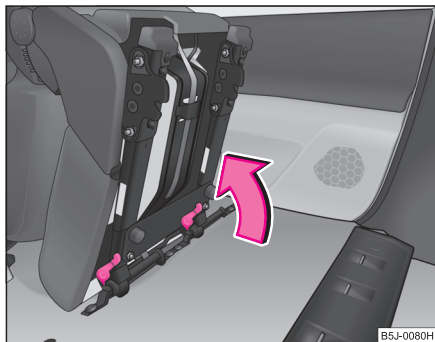

Fig. 57 Blocarea scaunului
- Blocați scaunul ⇒ fig. 57. ■
- Dacă scaunul este demontat, așezați-l mai întâi în ghidaj și apoi blocați-l ⇒ fig. 57. Asigurați-vă, trăgând în sus, că scaunul este blocat corect.